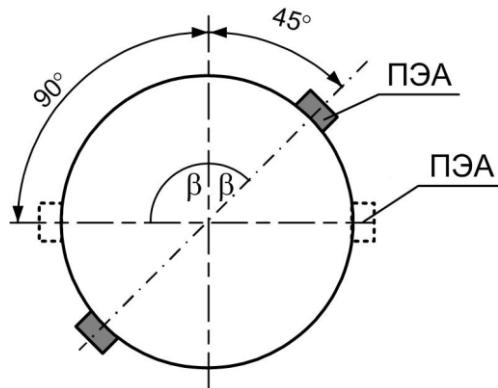

Рис.3. Рекомендуемое положение ПЭА на трубопроводе относительно вертикали.
- при установке ПП на трубопровод, рекомендуется располагать его таким образом, чтобы продольная плоскость ПЭА (плоскость, проходящая через пару ПЭА вдоль оси трубопровода) составляла с вертикалью угол $\beta = 45^{\circ}-90^{\circ}$ (см. рис.3).